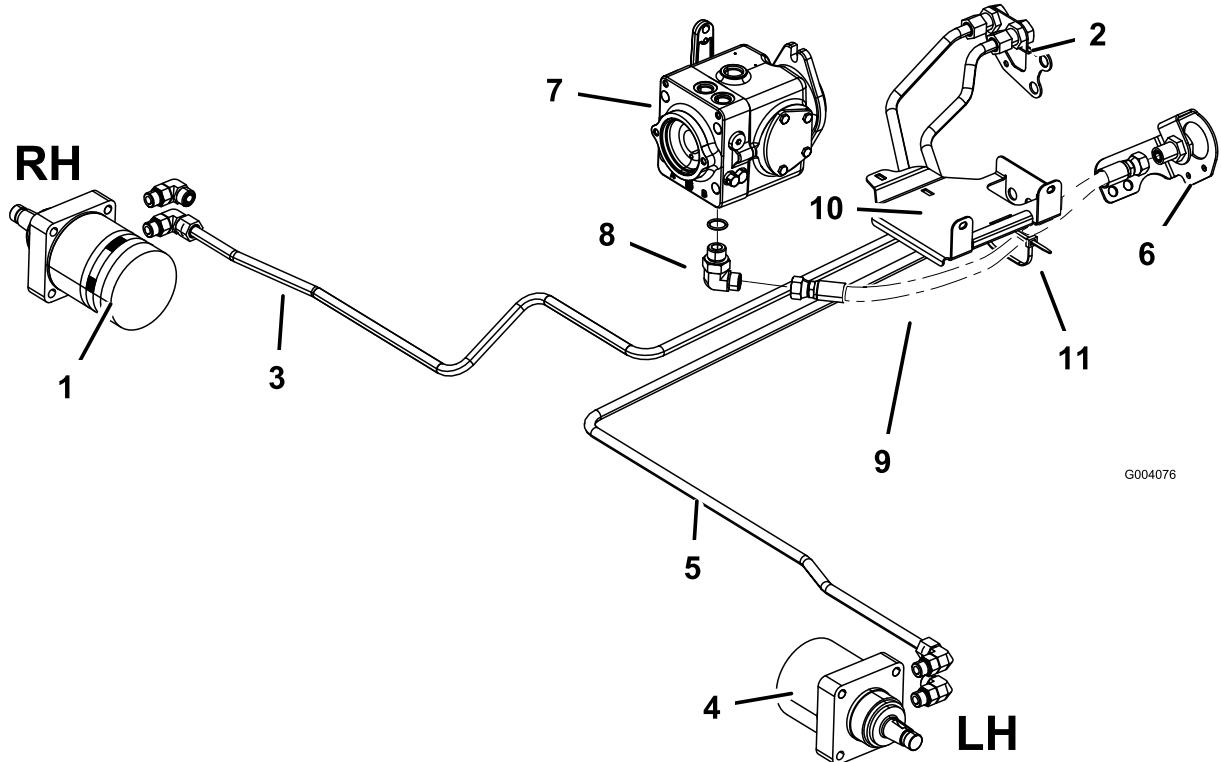

図 11
2. 油圧チューブP/N 108-7623を、左側ホイールモータのフィッティングと、右側フレームのバルクヘッドの左側油圧チューブに接続する図11。
3. 可変ポンプの底部に、90° フィッティングを取り付ける図11。
5. ケーブルタイを使って、油圧ホースをバッテリートレイの底部に固定する図11。
1. 油圧チューブP/N 108-7622を、右側ホイールモータのフィッティングと、右側フレームのバルクヘッドの右側油圧チューブに接続する図11。